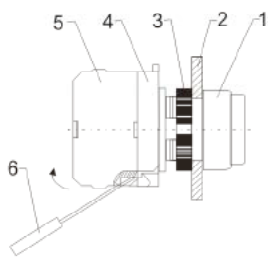

Рис. 4
1) С помощью плоской отвертки следует приподнять подвижную зацепку контактного элемента, а затем оттянуть контакт от промежуточного корпуса (рис. 4)